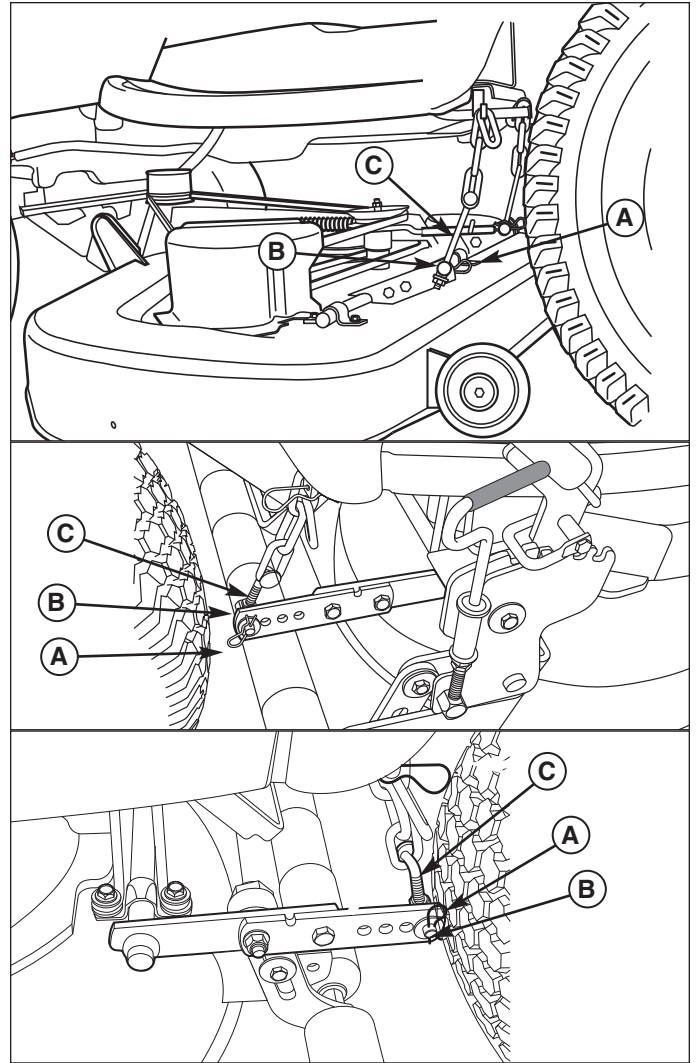

Figura 36. Livellamento laterale del piatto di taglio
5. Si veda Figura 36. Sostenga la piattaforma del falciatore. Rimuova il perno clip dei capelli. Registri il perno di articolazione in su o giù all'aumento o abbassi il falciatore. Reinstalli il perno di articolazione nella staffa del falciatore. Utilizzi il perno clip dei capelli per fissare.